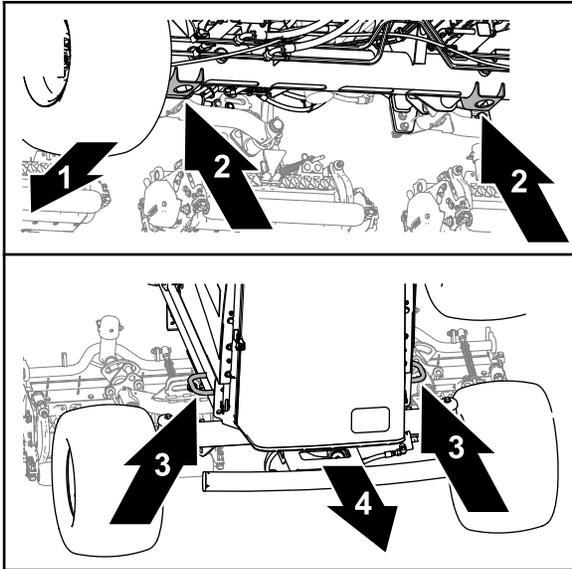

Figura 57
- Frente – o furo nos suportes do macaco do tubo do eixo dianteiro (Figura 57).